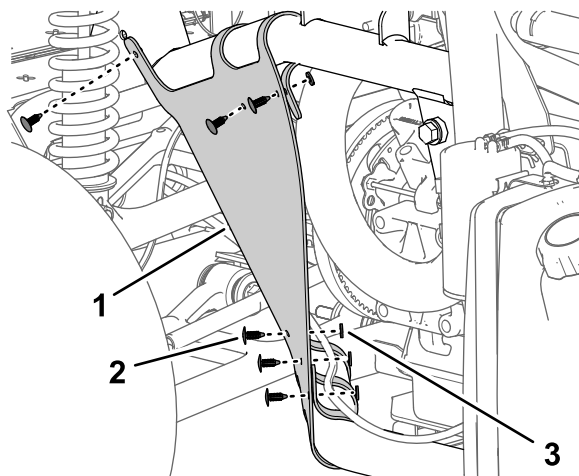

Figura 12
4. Rimuovete i 6 dispositivi di fissaggio a spinta e 5 rondelle (9/16" x 1/2") che fissano la copertura del parafrangente interno al telaio della macchina (Figura 12).